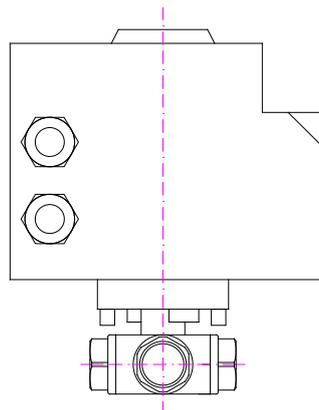

图 10 电动型驱动装置
**用途：**安装在启动管路上用于切断储罐与总控阀（选择阀）之间的气源，平时处于常闭状态，当需要开启总控阀或选择阀时开启。外观如图 10。